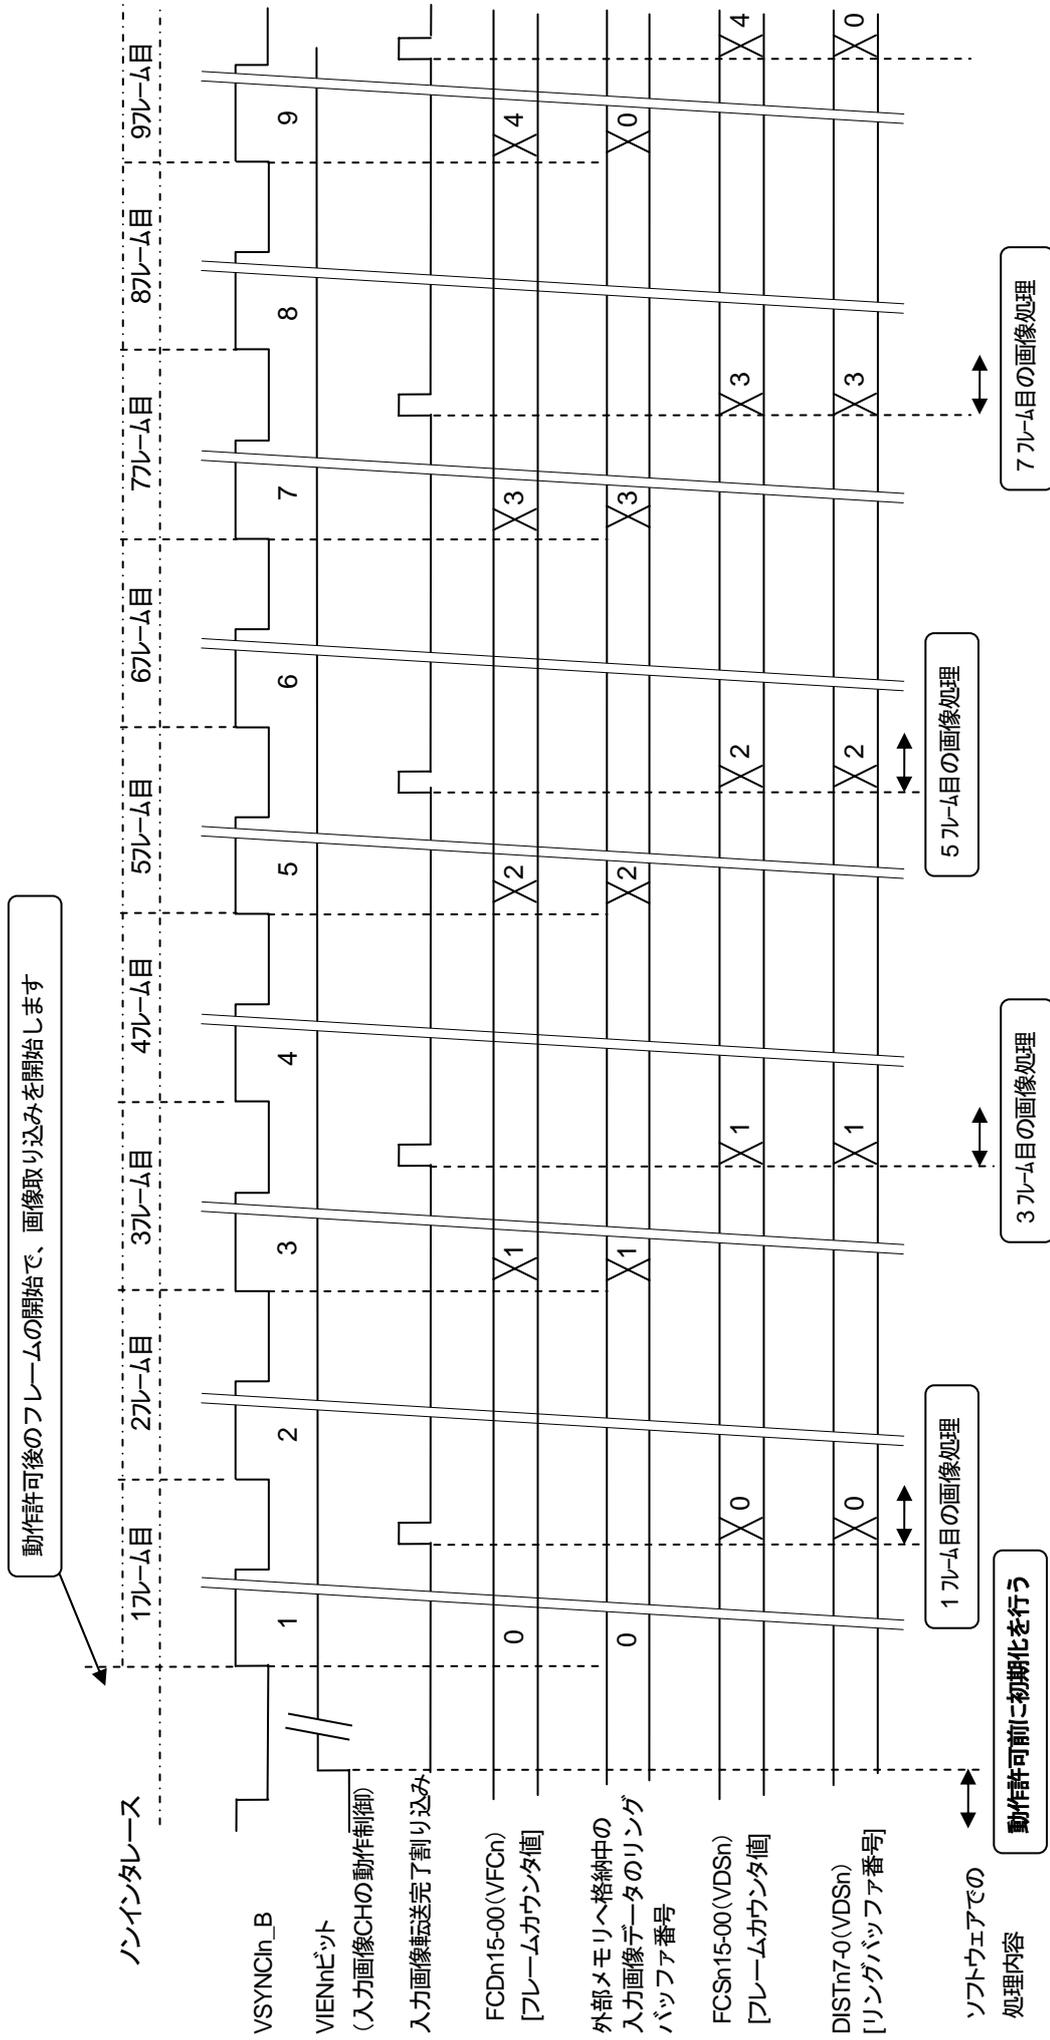

図 10-16 入力画像 CH の取り込み動作 (ノンインターレース/2フレームに1回取り込みの場合)
- 図 10-16 入力画像 CH の取り込み動作 (ノンインターレース/2フレームに1回取り込みの場合)